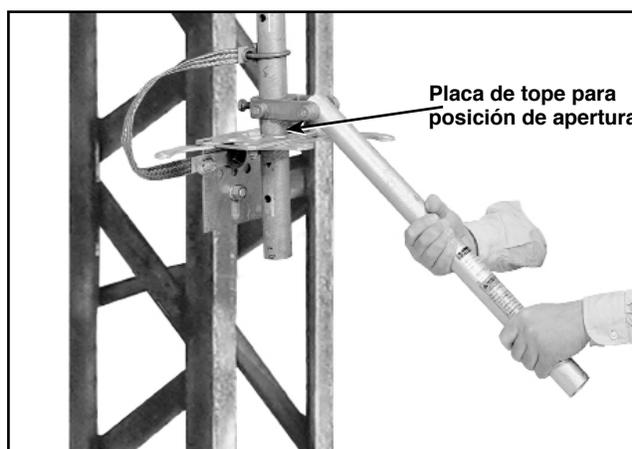

Figura 35. Ajuste de la placa de tope para posición de apertura.
**Paso 29** Afloje los tornillos que aseguran las placas de tope ajustables a la placa de apoyo de la chumacera base. Ver Figura 35. Ponga la cuchilla en la posición de cierre total y ajuste la placa de tope para posición de abierto de tal manera que la palanca, al ser bajada, embone en la ranura de la posición de apertura. En la placa de apoyo, marque la ubicación de la placa de tope para posición de apertura.